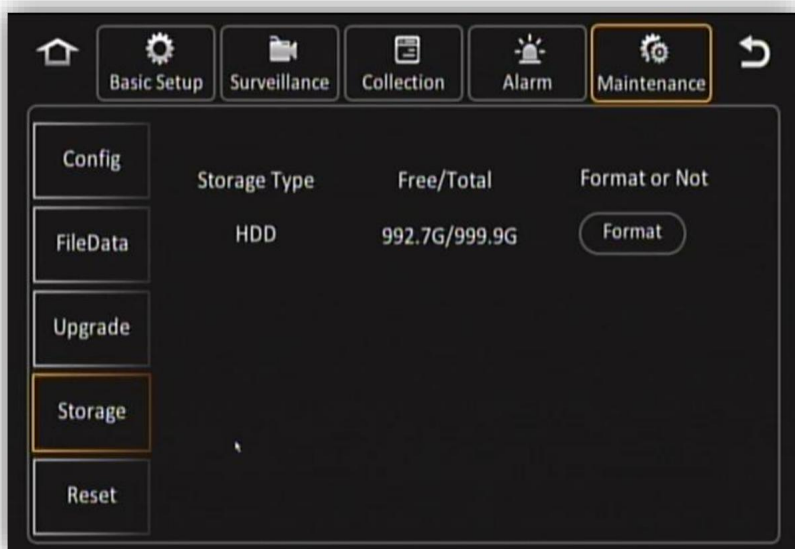

Figura 90 – Almacenamiento
2. Compruebe si la tarjeta HDD/SD está formateada. La Tarjeta HDD/SD debe estar previamente formateada en formato FAT32. Es posible formatear el dispositivo de almacenamiento en el propio MDVR, como se muestra en la Figura 90 – Almacenamiento haciendo clic en el botón 'Formatear'.